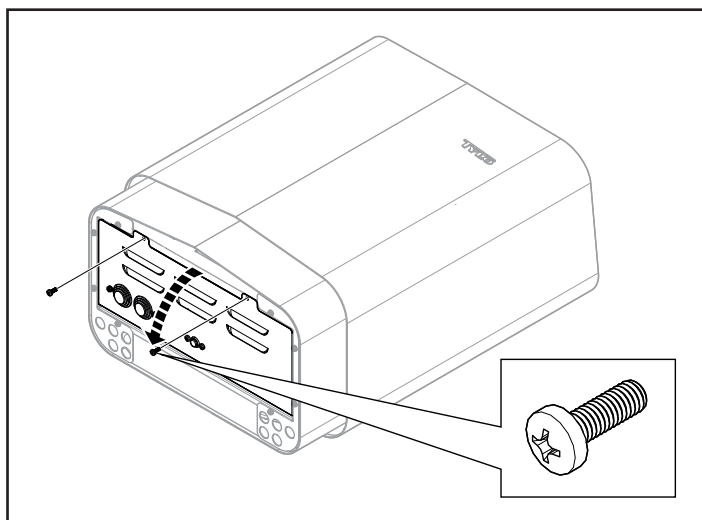

Fig 9: Öppna/stänga luckan
2. Lossa skruvarna och öppna luckan (se Fig 9).
5. Stäng luckan och skruva i skruvarna (se Fig 9).